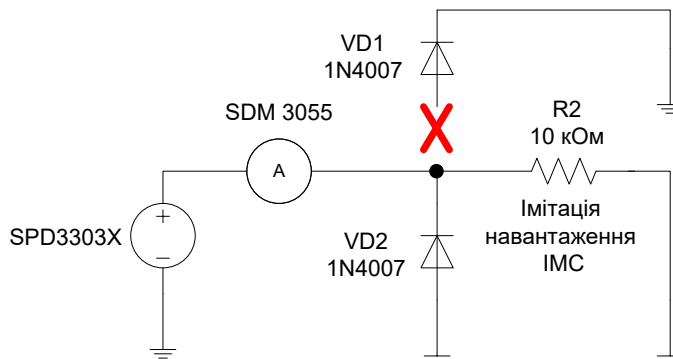

Рис. 12 Схема імітації розриву в колі діоду VD1
- 6.8. Зімітувати проблему із обмежуючим діодом (розрив у колі обмежуючого діоду). Для цього відключити VD1 від точки з'єднання як це показано на рис. 12.